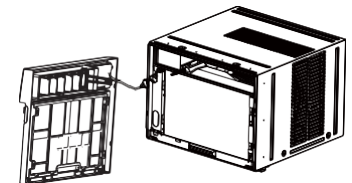

Figura 4
6. Desconecte el enchufe del panel de visualización de la unidad y coloque el panel frontal a un costado (consulte la Figura 4).